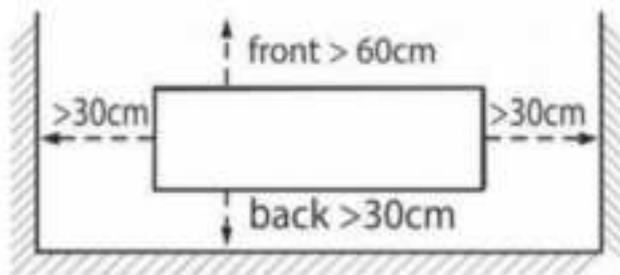

Bild 1
3. Kylaggregatet måste installeras i ett skick med god ventilation. Håll utrymmet på minst 30 cm för baksidan (luftintag) och två sidor och minst 60 cm för framsidan (luftuttag). Se bild 1. Mer utrymme bör finnas när maskinen arbetar i höga temperaturer ström. Annars kommer kyleffekten att minska eller till och med orsaka funktionsfel.